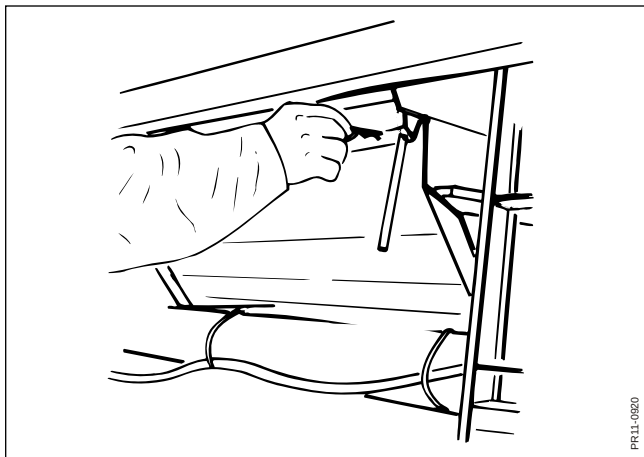

Fig. 5-2
- Fig. 5-2** 1. Skærm bag slibeapparat sænkes.